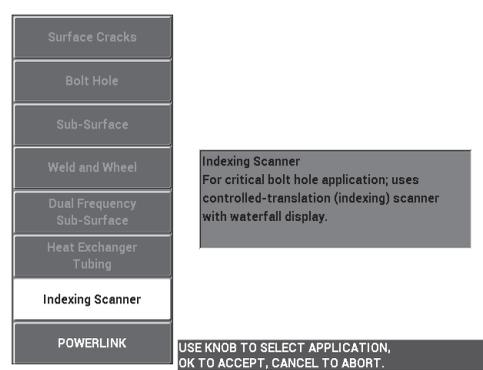

Figura 5-63 Aplicación de escáner de indexación
3. Pulse una sola vez la tecla de menú ADV SETUP (⊕⚙️), después, seleccione el parámetro **APPL SELECT** (tecla de función A) para abrir el menú de selección de aplicaciones. Seleccione el parámetro **Indexing Scanner** (escáner de indexación) con la rueda de ajuste. Después, pulse la tecla ✓ para aceptar. Vea la Figura 5-63 en la página 190.